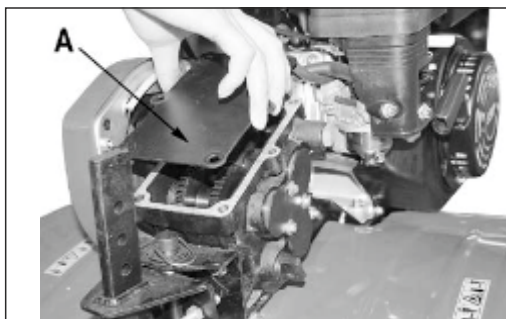

Рис. 3
Рулевая колонка (рис. 3, 4)
- Дополнительная металлическая крышка А (рис.3) предусмотрена для предохранения от попадания внутрь коробки передач посторонних предметов и веществ во время транспортировки. Перед установкой рулевой колонки снимите крышку.